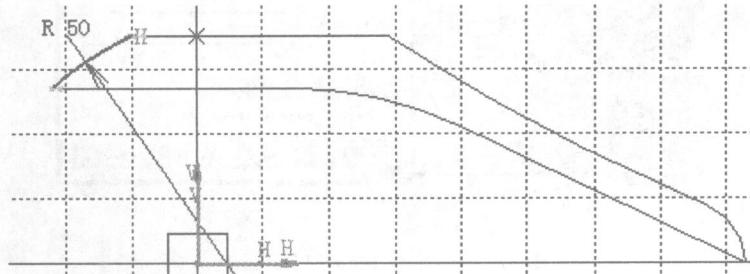

图 1-23 建立 Sketch. 5(草图 5)
⑨ 选取 XY 平面，单击 Sketcher 按钮，可进入 Sketcher 工作台，在该工作台中建立草图，如图 1-23 所示。完成后单击 Exit workbench 按钮可退出“草图”工作台。